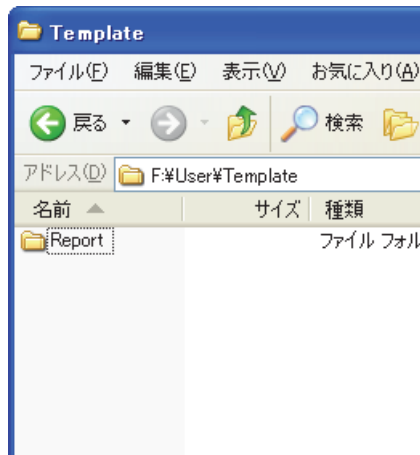

図 7-4 レポートフォルダパス
- b) ストレージカードにない場合は、新たに次の `\ User\ Template\ Report\` というフォルダを作成します (208 ページの図 7-4 参照)。